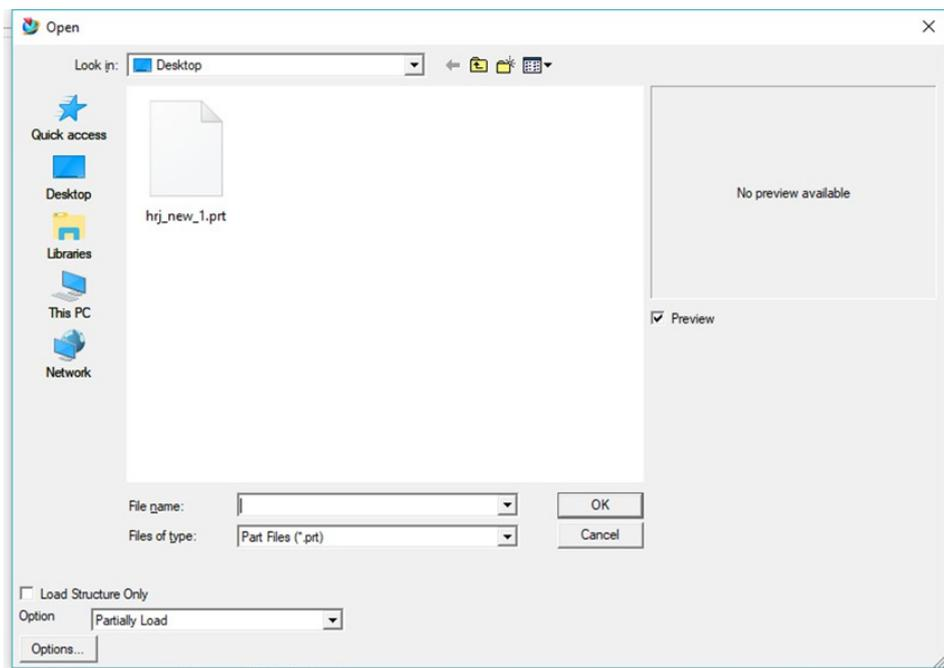
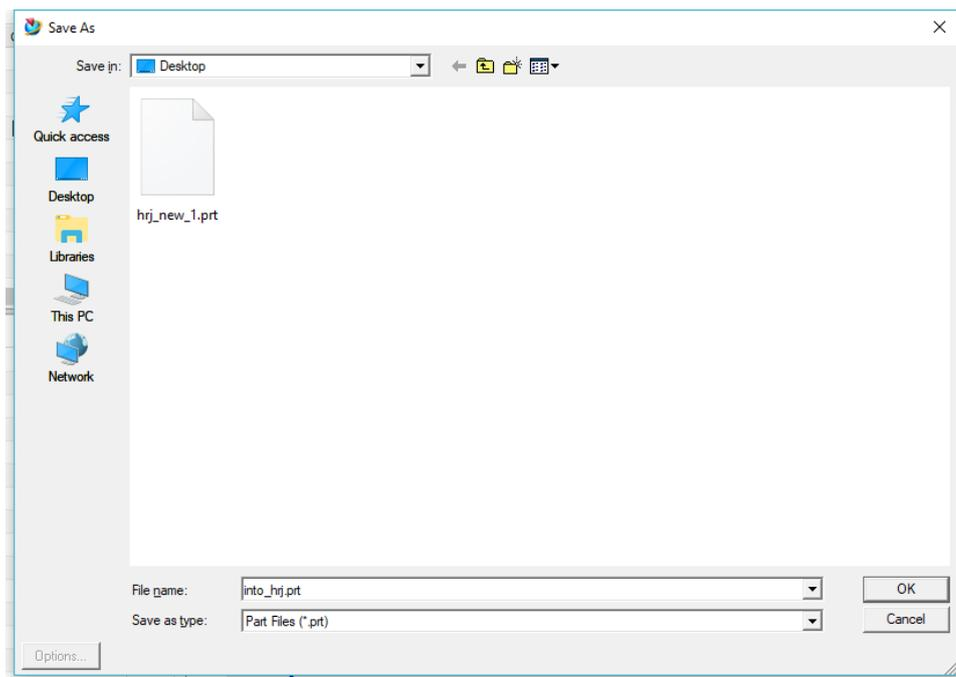

图 1-18 打开和另存为已存部件文件
图 1-19 打开和另存为已存部件文件
(2) 打开与另存为已存部件文件。首先点击 File → Open 或单击  图标，打开 Open 对话框，如图 1-18 所示；然后点击 File → Save As，打开 SaveAs 对话框，如图 1-19 所示。